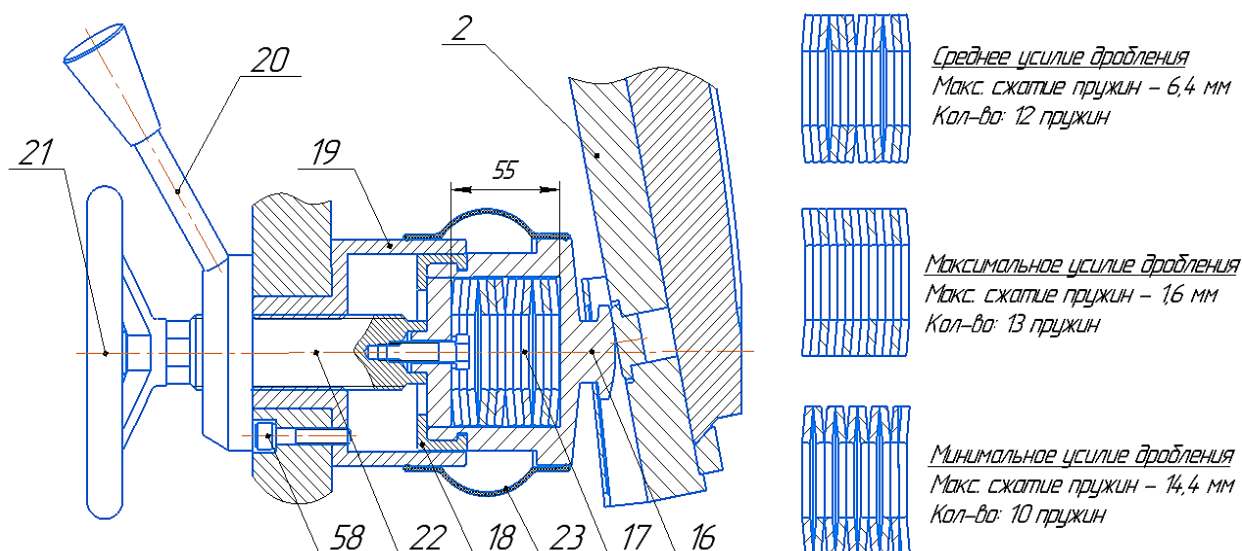

Рис. 4 Регулировка усилия дробления
Регулировочный узел состоит из стакана 16 (рис. 4) с блоком тарельчатых пружин 17, разрезной втулки 18, втулки 19, контргайки 20, маховика 21, упора 22 и пыльника 23. Маховик 21 предназначен для вращения упора 22 при изменении зазора между щеками. Контргайка 20 фиксирует положение упора 22. Пыльник 23 защищает блок тарельчатых пружин от попадания частиц дробимого материала.
1.4.3 Регулировка усилия дробления (рис. 4)